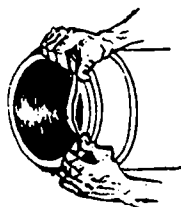

FIG. 3
6.º Passo – Coloque o anel de borracha na ponta da curva (fig. 3).